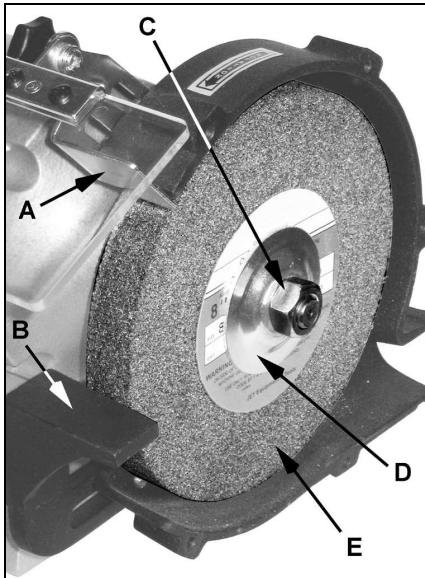

Fig 4
Stellen Sie die Werkstückauflage (B, Fig 4) und den Funkenschutz (A) von der Schleifscheibe weg.